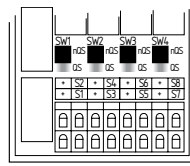

Abb. 4
- Pos. nQS (oben) (siehe Abb. 4): nicht querschlosssicher, geeignet für einkanalige Applikationen und Applikationen mit potenzialbehafteten Ausgängen mit positivem Potenzial in den Ansteuerkreisen.